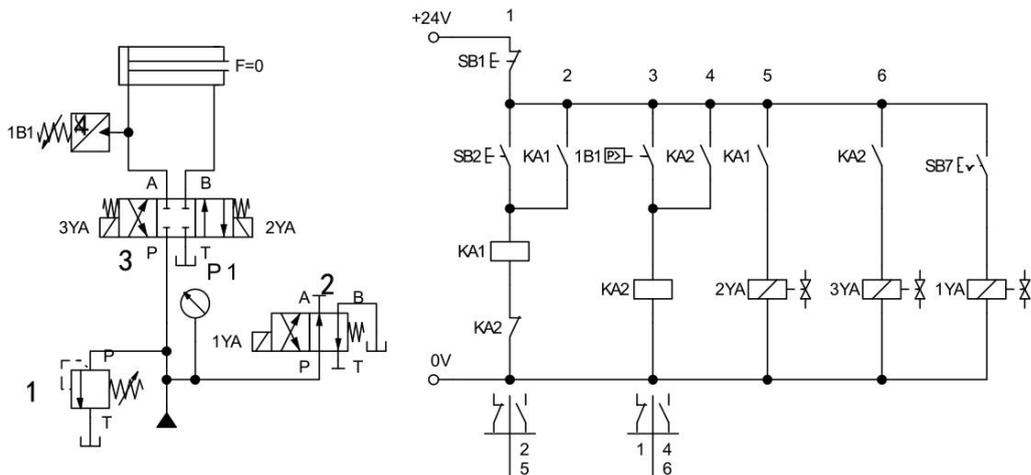

图 H1-1-6压力继电器控制液压缸动作及卸荷回路和电气控制线路图
(1) 任务描述：在液压实训系统中采用压力继电器搭建控制液压缸动作及卸荷回路，液压回路和电气控制线路如下图H1-1-6 所示。